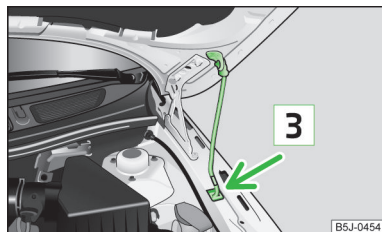

Fig. 133
- Estrarre il supporto del cofano dal supporto e fissare il cofano così aperto, in maniera tale che l'estremità del supporto si infili nell'apposita apertura **3** » fig. 133.